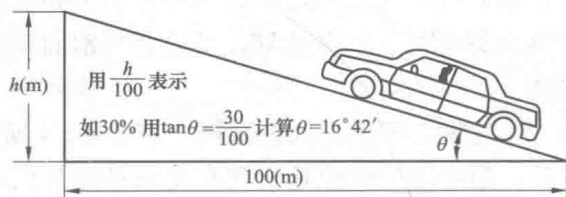

图 1-6 基本参数四
(12) 最大爬坡度。最大爬坡度是指汽车满载时在良好道路上,第 1 挡的最大爬坡度,如图 1-6 所示。